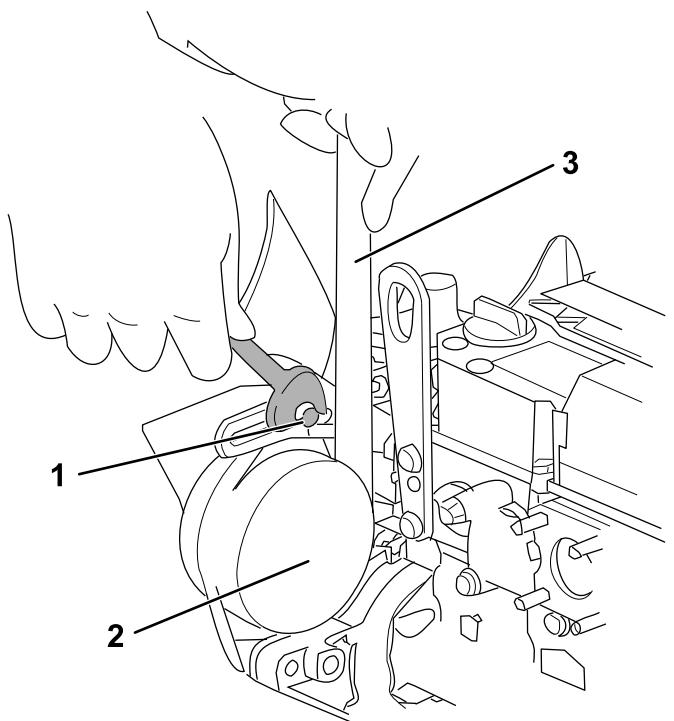

Figure 102
3. Desserrez les boulons et les écrous, puis déplacez l'alternateur à l'aide d'une clé pour tendre la courroie correctement (Figure 102).
4. Serrez les boulons et les écrous de réglage (Figure 102).